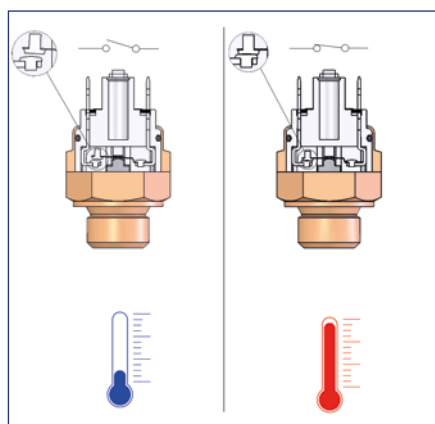

FIG. 1
- Nella versione NORMALMENTE APERTA (N.A.) Fig. 1, il contatto si presenta aperto, ossia non esiste passaggio di corrente in assenza di temperatura. Al raggiungimento del valore di taratura il contatto elettrico si chiude.
- with two-way normally-open (NO) electrical contacts (SPST)
- with two-way normally-closed (NC) electrical contacts (SPST)
- In the NORMALLY OPEN (NO) version on Fig. 1, the contact is open, i.e. there is no flow of current in the absence of temperature. When the temperature setting is reached, the electrical contact closes.